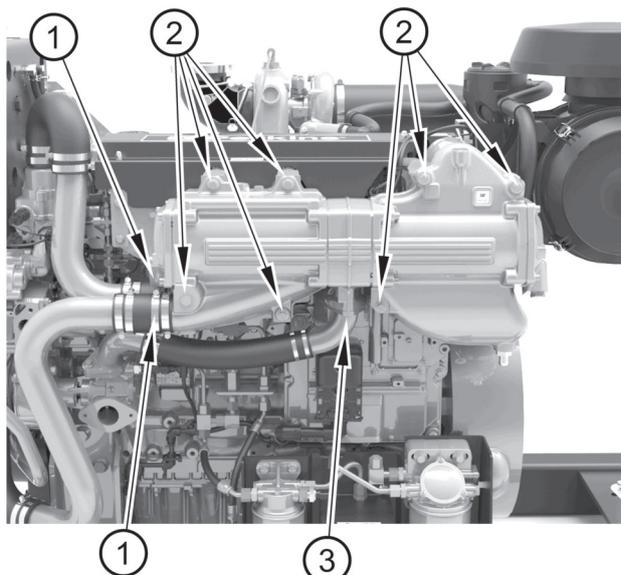

Abbildung 18
2. Lösen Sie die Schlauchschellen (Abbildung 18, Nummer 1).